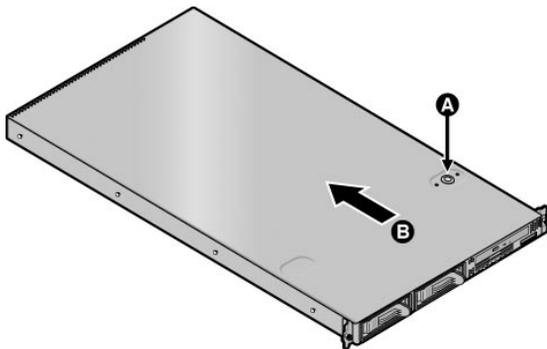

FIGURE 3-1 Retrait du capot du serveur Sun Fire V20z
7. Déplacez délicatement le capot vers l'avant du serveur puis appuyez sur le bouton de déblocage du capot avec votre pouce droit (A) et faites glisser le capot en direction de l'arrière du châssis jusqu'à ce qu'il entre en contact avec la butée (B) (voir la FIGURE 3-1).